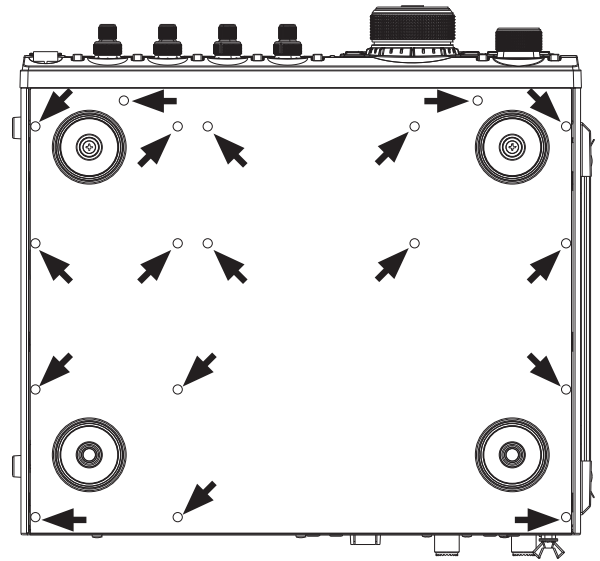

FIGURA 1
3. Facendo riferimento alla figura 1, togliere le 18 viti di fissaggio del coperchio inferiore e rimuovere quest'ultimo.